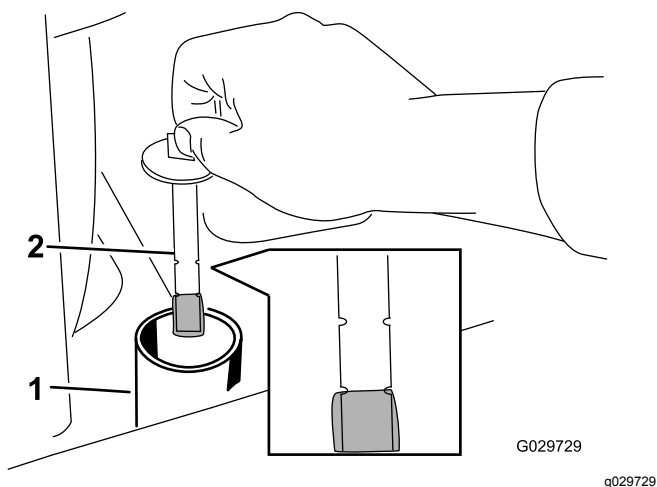

Рисунок 65
- Снимите крышку заливной горловины и проверьте уровень жидкости с помощью масломерного щупа (Рисунок 65).